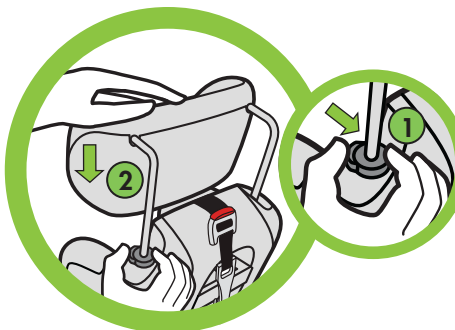

Figure 6b
- Appuyez sur le bouton de réglage du harnais, situé du côté gauche du siège (lorsqu'on se trouve à l'arrière du siège) (1) et poussez sur l'appui-tête jusqu'à ce qu'il se verrouille (2), comme sur la **Figure 6b**.